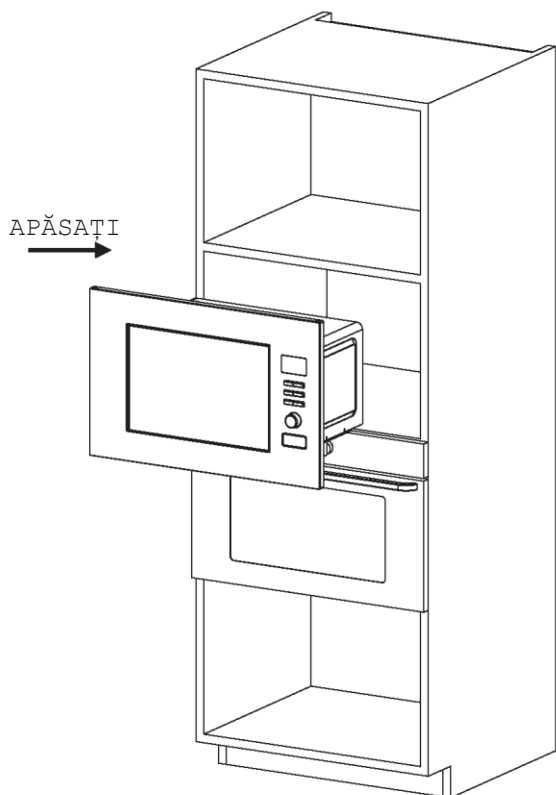

Fig. 1
② INSTALARE:
a) Puneți cuptorul cu microunde în dulapul încorporat și împingeți-l înainte până la capăt. (Fig. 1)